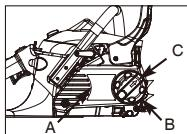

Fig. 3B
3. Løsne knappen (C) lett ved å vri knotten mot klokken og vri deretter kjedespenningsringen for kjeden (B) mot klokken for å løfte opp spenningen på kjeden. (Fig.3B)
4. For å fjerne dekslet på tannhjulet (A), vri knappen (B) mot klokken. (Fig.3B)